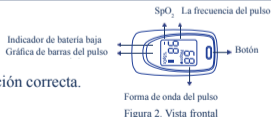

Figura 3. Instalación de las baterías
Paso 1. Consultar la figura 3 e introducir las dos baterías tamaño AAA adecuadamente en la dirección correcta.